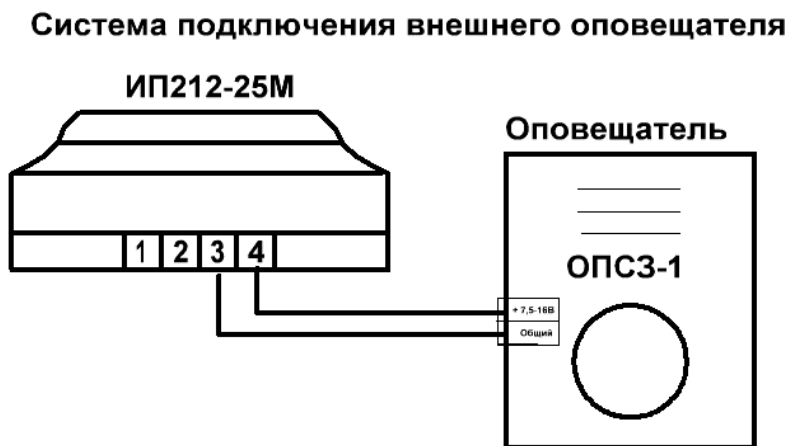

Рис.1
4.4 Схема подключения внешнего светозвукового оповещателя приведена на рис.1